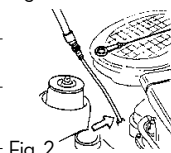

Fig. 2
- D** Introdurre la sonda ed accertarsi che questa raggiunga la massima profondità (Fig. 2).